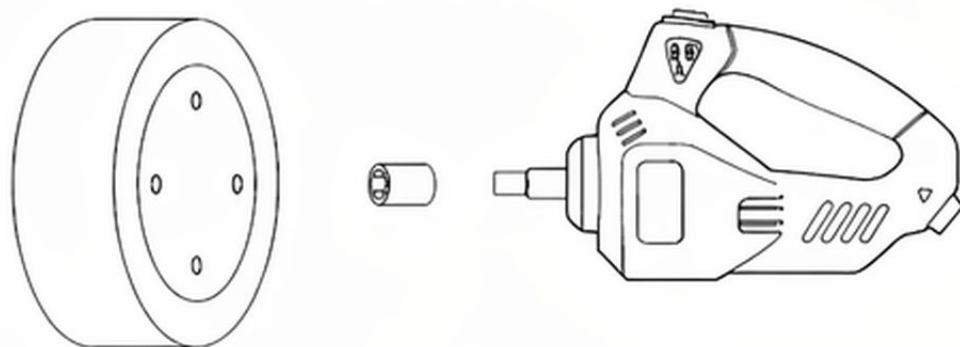

Figura 1
3. Alegeți priza corespunzătoare pentru a o atașa la axul cheii (consultați Figura 1).